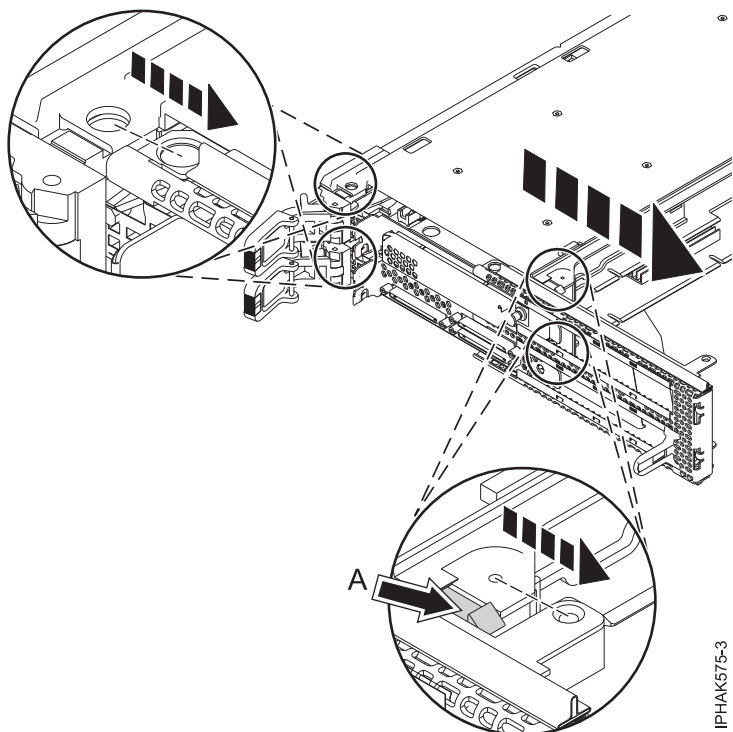

図 71. フェース・プレートの切り離し
8. フェース・プレートを下方にスライドさせて、カセット・アセンブリの前面から取り外します。フェース・プレートの上部をカセット・アセンブリの前面と両サイドにあるノッチから確実に切り離します。図 71 を参照してください。